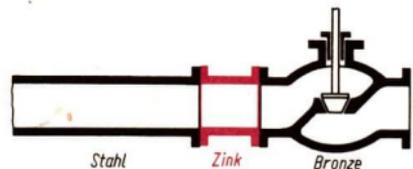

Bild 16/2 Zinkschutzstück in einer Seewasserleitung
- Man setzt an den gefährdeten Stellen Zinkschutzstücke ein (Bild 16/2). Dann bilden sich galvanische Elemente zwischen dem Zink und den anderen Metallen. Dabei wird zuerst das Zink aufgelöst. Die Zinkstücke müssen häufig ersetzt werden.